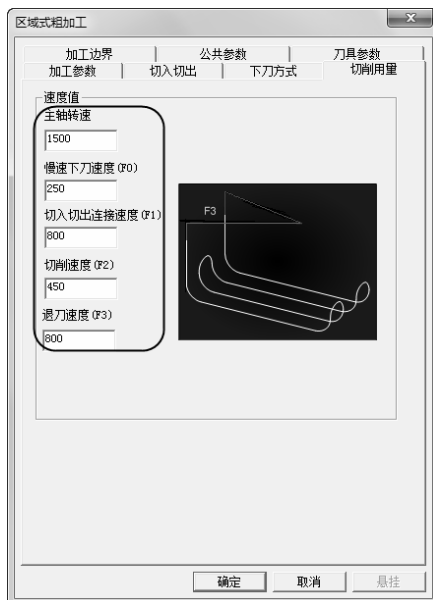

图 2-51 “切削用量”选项卡
4) 单击“切削用量”选项卡，设置“主轴转速”、“慢速下刀速度”、“切入切出连接速度”、“切削速度”、“退刀速度”具体参数数值如图 2-51 所示。